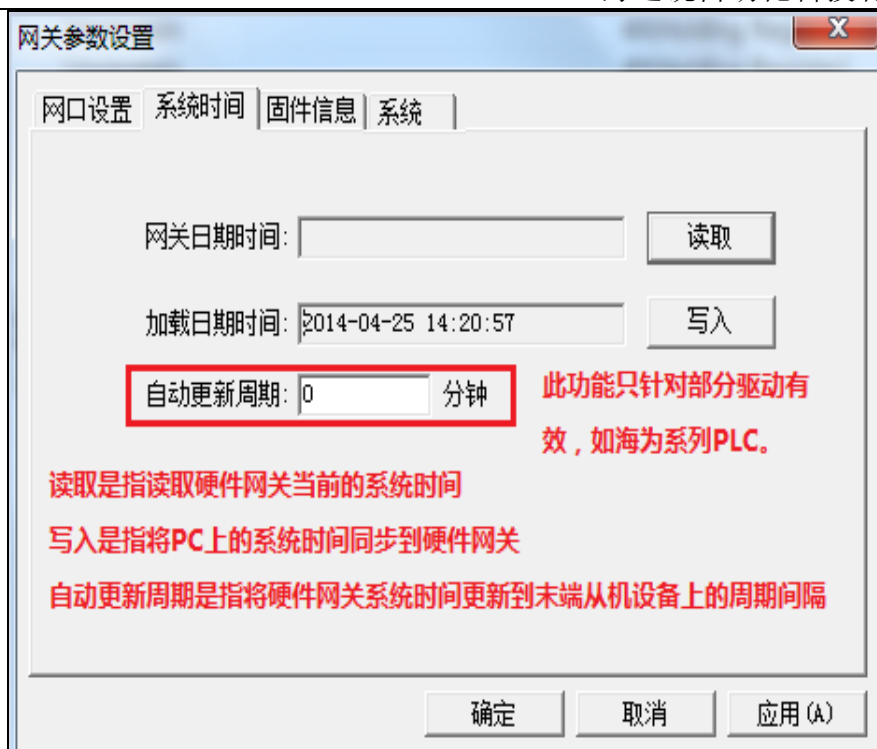

图 3-10-4 系统时间设置
**系统时间：**能够读取硬件网关当前系统时间，如果时间与正常时间不匹配，可以点击“写入”功能刷新硬件网关系统时间，自动更新周期是指将硬件网关的系统时间更新到底层末端设备上的周期间隔，如图 3-10-4 所示。